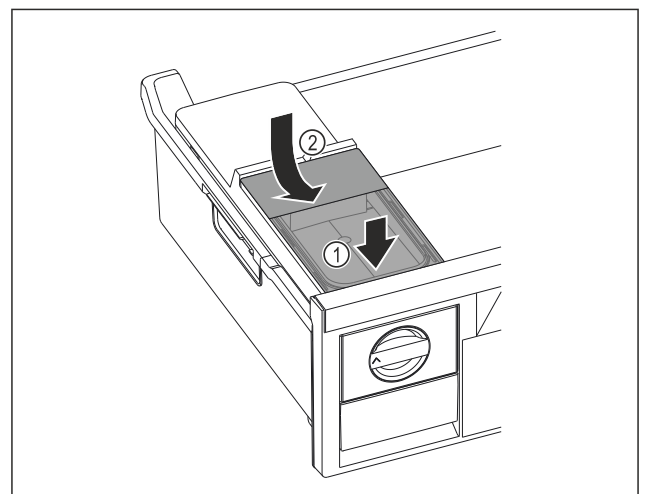

Fig. 90
- ▶ Wassertank vorne ansetzen. Fig. 90 (1)
- ▶ Wassertank hinten absenken. Fig. 90 (2)